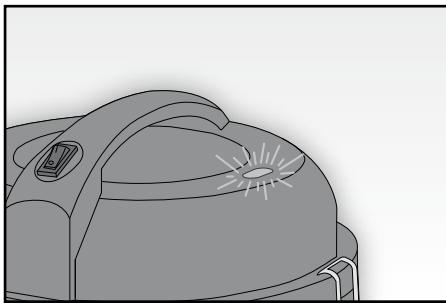

Fig. 6
Inserire il tubo prolunga sull'impugnatura ed installare successivamente l'accessorio desiderato. Una volta inserito l'accessorio, è possibile estendere il tubo telescopico agendo sulla relativa leva a scatto fino alla lunghezza desiderata (FIG. 6). Rilasciare la leva per fissarne la lunghezza desiderata.
- Quando il contenitore (H) è pieno l'indicatore di livello (F) posto sul coperchio diventa rosso (FIG. 6).